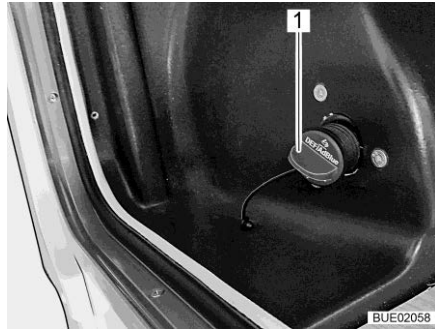
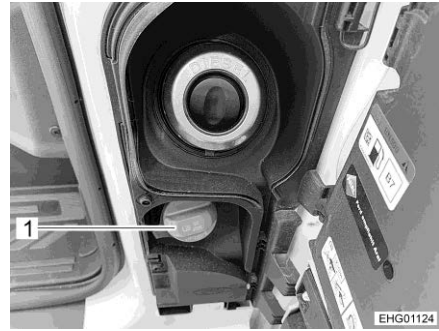

Fig. 44 Tubo de llenado para AdBlue® (Fiat)
Fig. 45 Tubo de llenado para AdBlue® (Ford)
- Girar la tapa azul (Fig. 44,1 o Fig. 45,1) en sentido contrario a las agujas del reloj y quitarla.